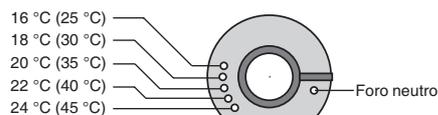

Fig. 1
- Estrarre il "disco range" quindi reinserirlo facendo corrispondere il foro relativo alla temperatura massima desiderata con il perno situato sul termostato (fig. 1).